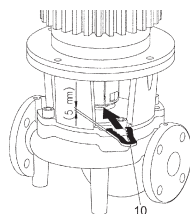

Fig. 16: Установка монтажной вилки
10. Вставить монтажную вилку (Fig. 16, поз. 10) между фонарем и муфтой. Монтажная вилка должна располагаться без зазора.
13. Вставить монтажную вилку (Fig. 16, поз. 10) между фонарем и муфтой. Монтажная вилка должна располагаться без зазора.